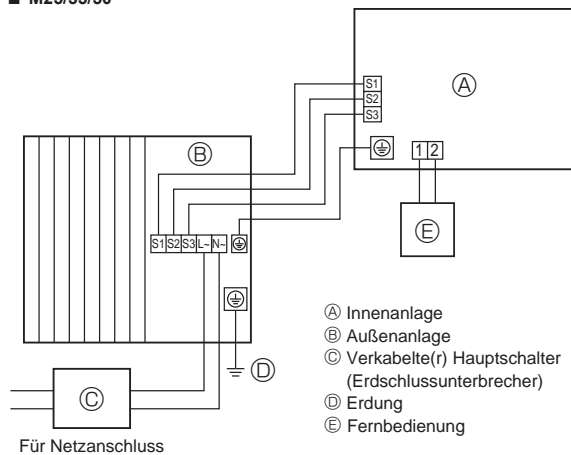
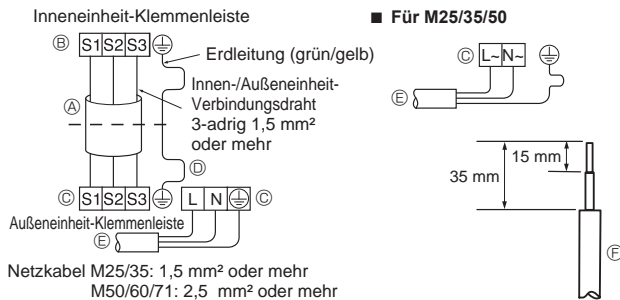
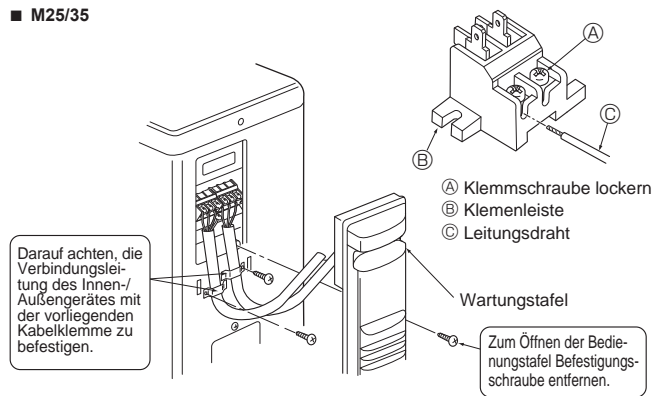

Fig. 6-1
Fig. 6-2
Fig. 6-3
### 6.1. Außeneinheit (Fig. 6-1, Fig. 6-2, Fig. 6-3, Fig. 6-4)
- ① Die Wartungstafel entfernen.
- ② Die Kabel wie in den Fig. 6-1, 6-2, 6-3 und 6-4 gezeigt verlegen.
- Verdrahtung wie in der Abbildung links unten dargestellt vornehmen. (Kabel ist vor Ort zu beschaffen) (Fig. 6-2)